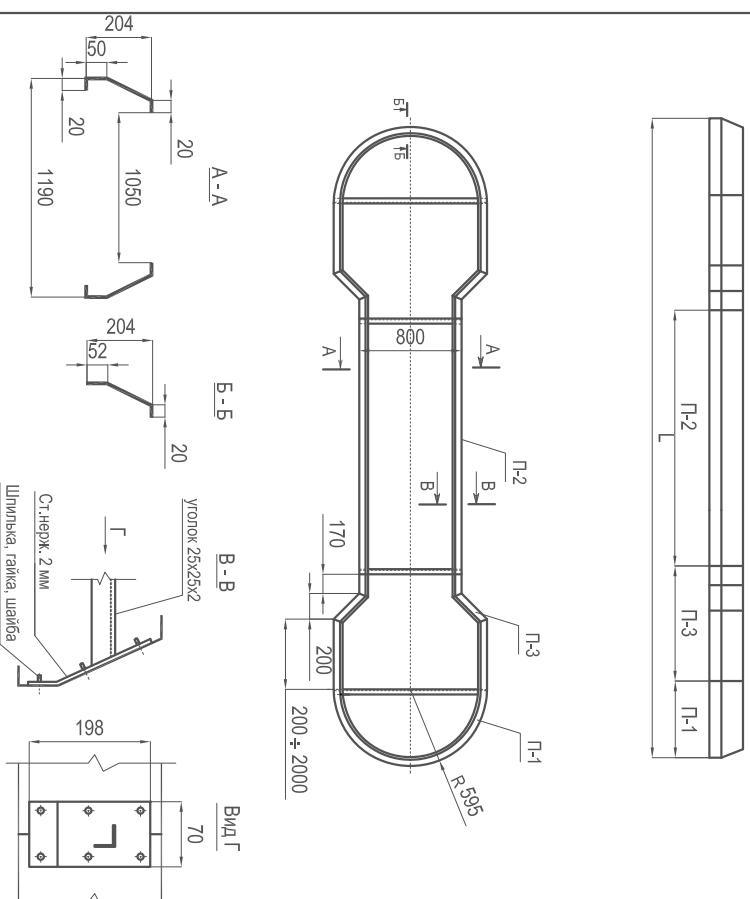

Рис. 1
- 2.2. Конструкция и основные размеры острова представлены на рис. 1.